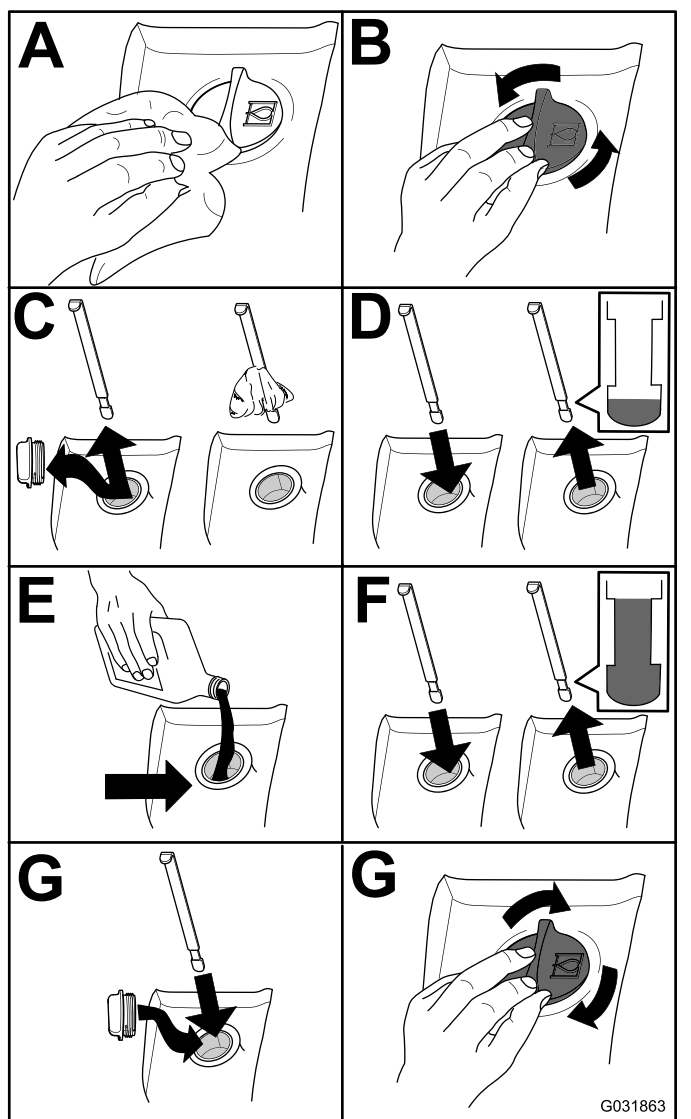

Figura 101
- Compruebe el nivel de fluido hidráulico (Figura 101).